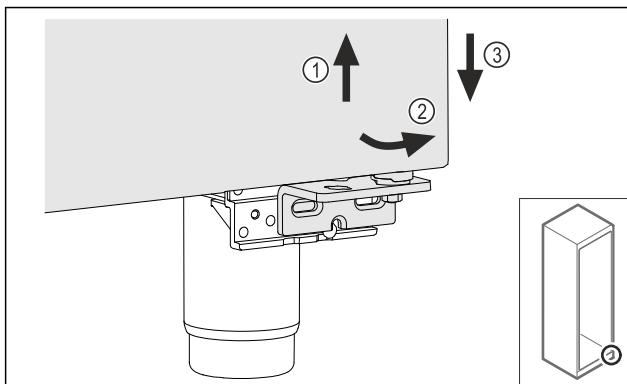

Fig. 24
- ▶ Nadvihnite zľahka dvere Fig. 24 (1), dole ich preklopte dopredu Fig. 24 (2) a spusťte dolu Fig. 24 (3).